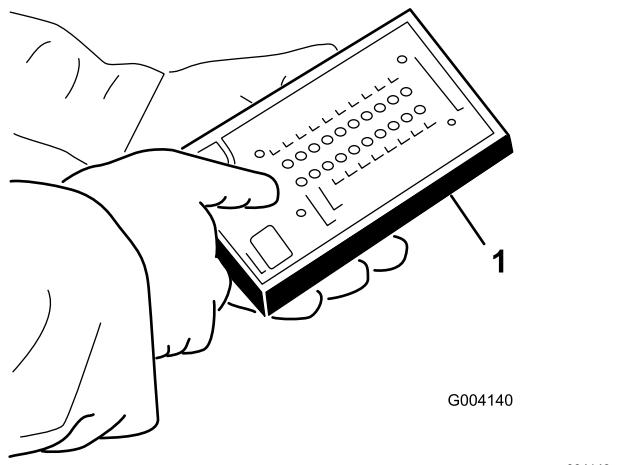

Figura 37
5. Collegate il connettore del display diagnostico ACE al connettore del cablaggio preassemblato (Figura 37).